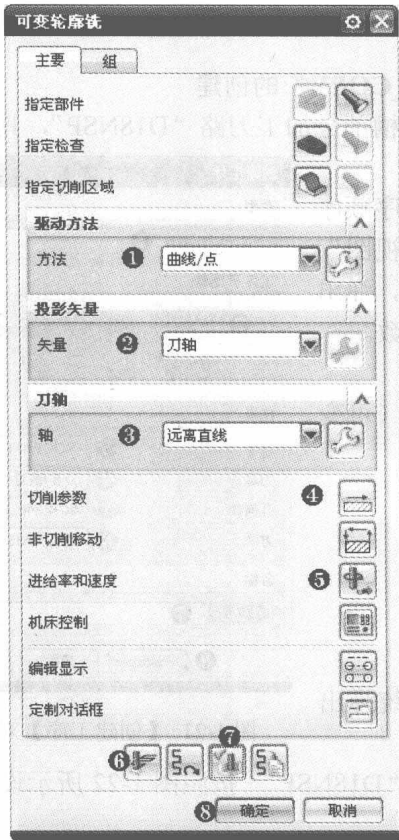

图 1-22 【可变轮廓铣】对话框
⑧ 单击【确定】按钮, 完成工序创建操作, 系统弹出【可变轮廓铣】对话框。
(2) 设置【可变轮廓铣】对话框参数并生成刀路“D18NSP” 按照图 1-22 所示设置对话框参数。
在【可变轮廓铣】部分,有两处参数设置和“D18NSP”刀路设置不同:一是驱动曲线,此处选择左槽的中心线(图 1-5);二是【切削参数】中【多刀路】参数选项卡的【部件余量】为“10”(凸轮最外圆柱直径与凸轮槽底圆柱半径之差),如图 1-35 所示。其他参数的设置和“D18NSP”刀路完全一样(图 1-22)。单击【可变轮廓铣】对话框里的【确定】按钮,生成的左槽粗加工刀路“D17DSPLROUGH”如图 1-36 所示。